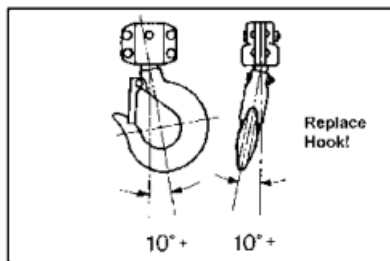

Figure 1.
- Vertikální úhel u krku háku dosahuje 10°(viz Figure 1)